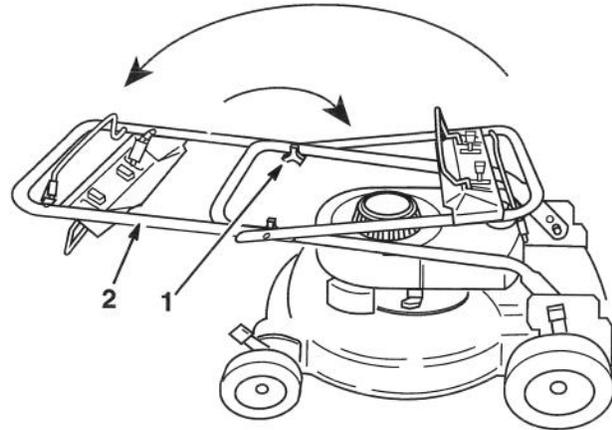

Figure 54
2. Basculer le guidon vers l'avant de la tondeuse (Fig. 54).